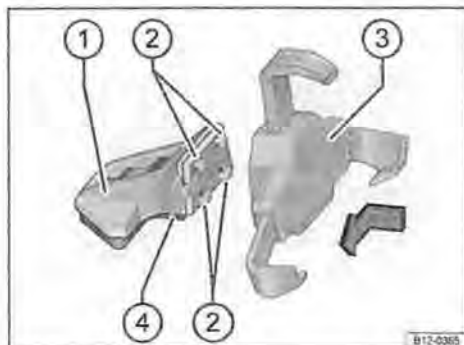

Fig. 87 Assemblaggio del supporto universale e del bracciolo
- Tenendo fermo il supporto universale → fig. 87 **3**, spingere il tasto di sbloccaggio → fig. 87 **4** in avanti.
- Unire il supporto universale → fig. 87 **3** ai fermi **2** del bracciolo **1**.